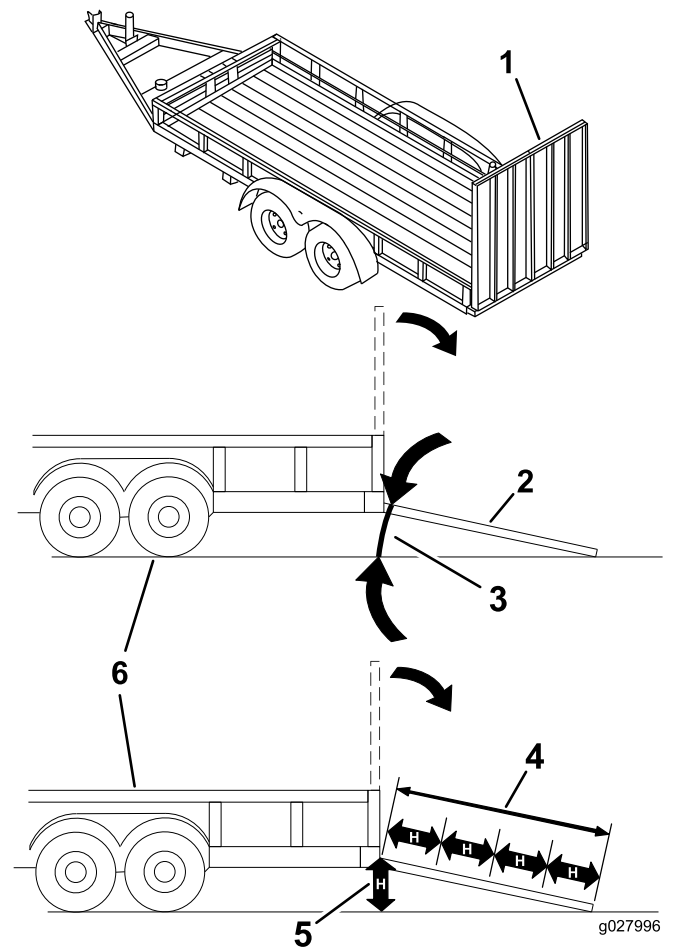

Bild 32
Das Laden einer Maschine auf einen Anhänger oder einen Lastwagen erhöht die Umkipppgefahr und könnte schwere oder tödliche Verletzungen verursachen (**Bild 32**).
3. Senken Sie die Rampe ab und stellen Sie sicher, dass der Winkel zwischen der Rampe und dem Boden höchstens 15 Grad beträgt (Bild 32).
1. Senken Sie die Rampe ab und stellen Sie sicher, dass der Winkel zwischen der Rampe und dem Boden höchstens 15 Grad beträgt (Bild 32).